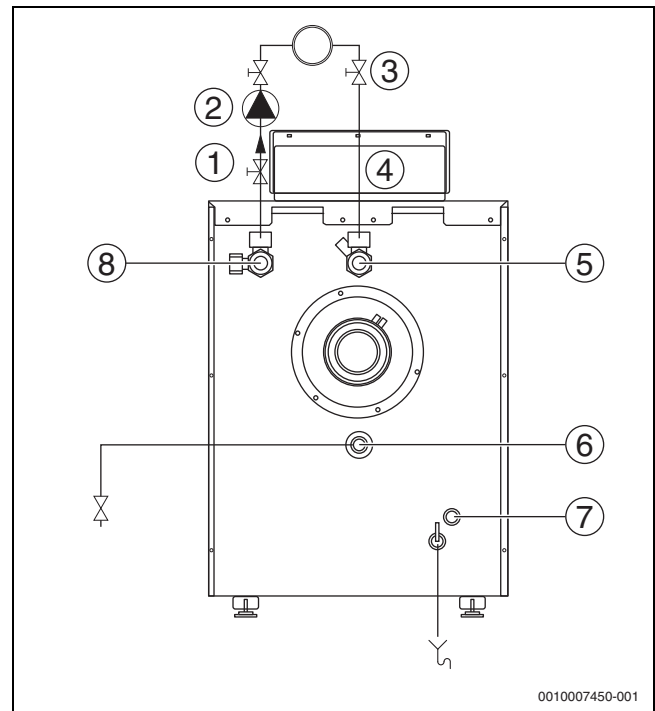

Bild 14 Anschlussschema Hydraulik
- ▶ Ausdehnungsgefäß (AG) zur Anlagendruckhaltung im Rücklauf vor der Pumpe bauseits installieren (→ Bild 14, Seite 14).